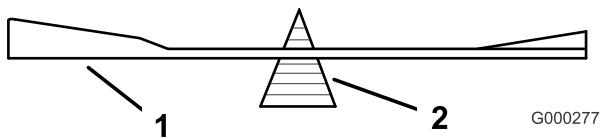

**Figura 78**
1. Utilice una lima para afilar el filo de corte en ambos extremos de la cuchilla (Figura 78).